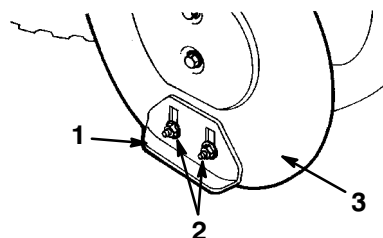

Figure 25
4. Desserrez les 4 écrous à embase qui fixent les deux patins sur les côtés du carter de tarière (Fig. 25) jusqu'à ce que les patins puissent coulisser aisément vers le haut et vers le bas.
9. Serrez les 4 écrous à embase qui fixent les deux patins sur les côtés du carter de tarière (Fig. 25).